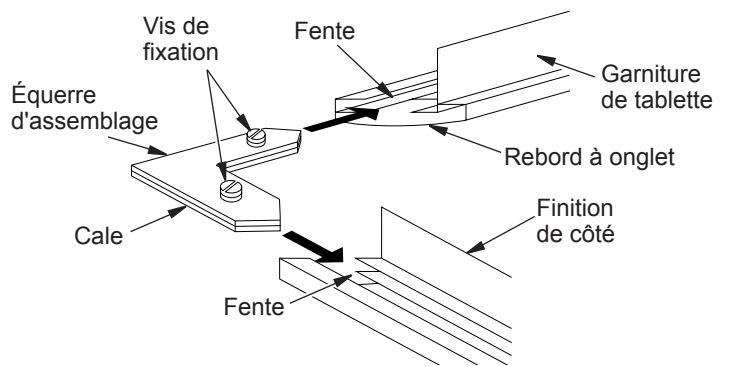

Figure 7 - Assemblage de la finition
3. Alignez la cale sous l'équerre d'assemblage comme illustré à la figure 7.
4. Glissez une extrémité de l'équerre d'assemblage et de la cale dans la fente sur le rebord à onglet de la finition de la tablette (voir figure 7).
5. Glissez l'autre extrémité de l'équerre d'assemblage et de la cale dans la fente sur le rebord à onglet de la finition des côtés (voir figure 7).